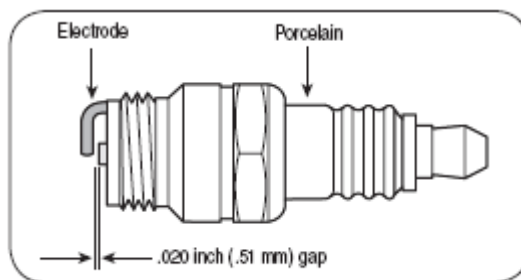

Figure 16
- Снимите и осмотрите свечу зажигания. Проверьте зазор и убедитесь, что он составляет 0,02 дюйма (смотри рисунок 16).